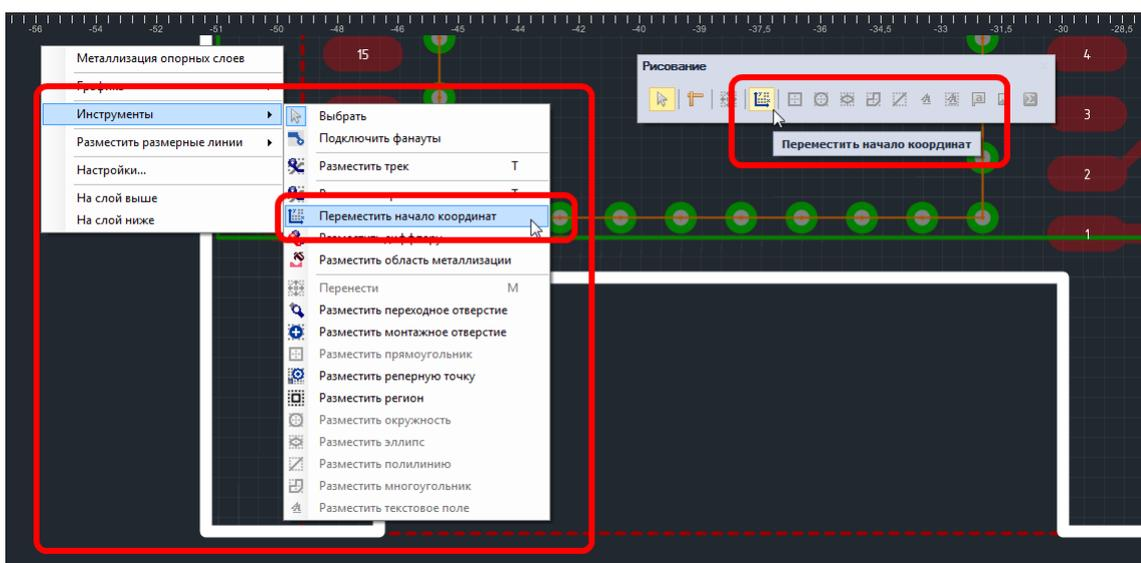

Рис. 5. Выбор инструмента «переместить начало координат»
1. Активировать инструмент «Переместить начало координат», который обозначается значком  и располагается на панели «Рисование» и в группе «Инструменты» контекстного меню, см. Рис. 5.